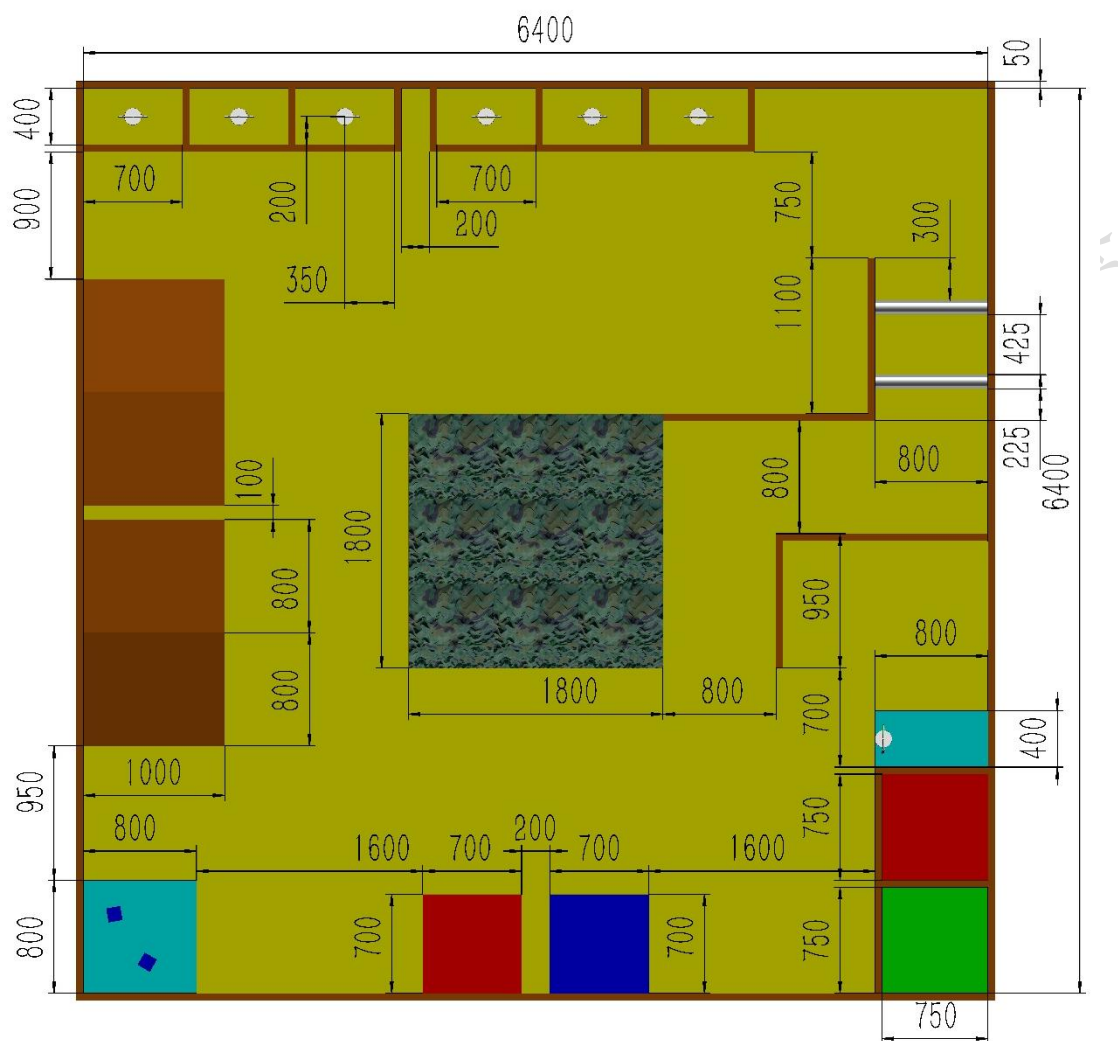

图 2 场地俯视图
(2) 场地俯视图如图 2 所示（围栏高度为 100mm）。